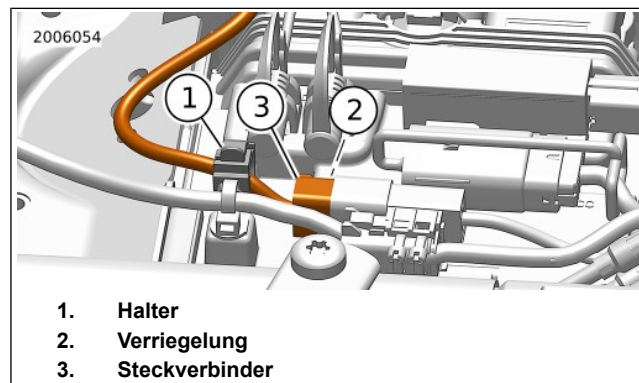

Abbildung 158. Sitzheizungs-Steckverbinder
6. Siehe Abbildung 158. Zum Öffnen die Zunge (1) an der Halterung drücken. Die Verriegelung (2) am Steckverbinder (3) drücken, um die Sitzheizung abzuklemmen.
2. Siehe Abbildung 158. Den Sitzheizungs-Steckverbinder anschließen (3). Zusammendrücken, bis ein Klicken zu hören ist. Die Verkabelung wie abgebildet in der Halterung (1) verlegen. Die Halterung schließen.